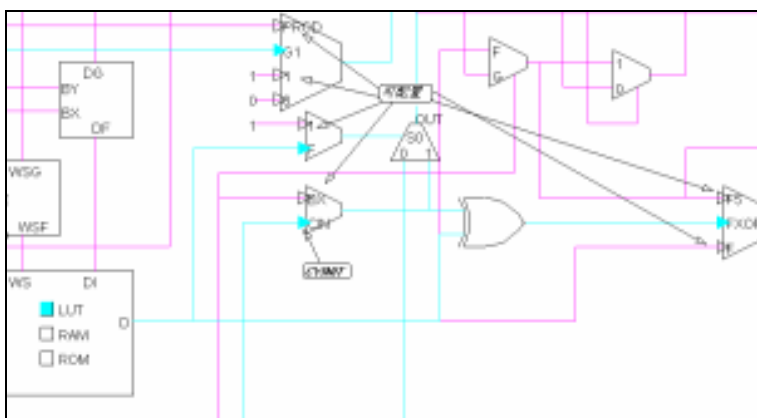

图6-42 内部逻辑的编辑方法
9. 选择快速进位链，使用鼠标选中 CYINIT 逻辑上的 CIN 脚，那么可以将 CIN 引入到逻辑里面。如图 6-42 所示，所有小三角部分都是可以配置的。